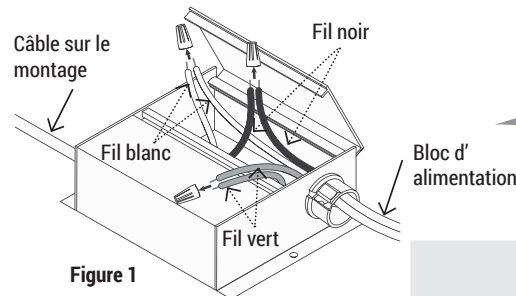

Figure 1
3. À l'aide des écrous, connectez le fil vert du câble au fil vert sur la boîte. Brancher le fil blanc du câble au fil blanc de la boîte. Connectez le fil noir du cable au fil noir de la boîte. (Figure 1)